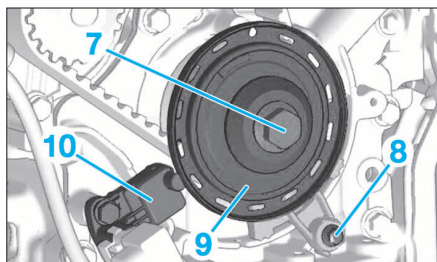

FIG. 3
- Déposer le capteur de régime (10), puis la vis de l'équerre (8) (Fig.3).
- Reposer la vis (7) (Fig.3) de la poulie d'accessoire.